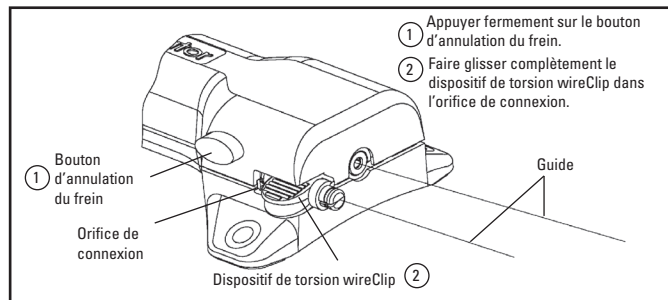

Figure 5. Bouton d'annulation du frein et orifice de connexion wireClip
- L'orifice de connexion peut être utilisé pour maintenir le frein en position d'annulation. Tout en appuyant sur le bouton d'annulation du frein, faire complètement glisser l'ensemble dispositif de torsion wireClip/guide dans l'orifice de connexion (voir la figure 5). Le bouton d'annulation du frein reste enfoncé. **Ne pas utiliser cette fonction durant l'ablation.**